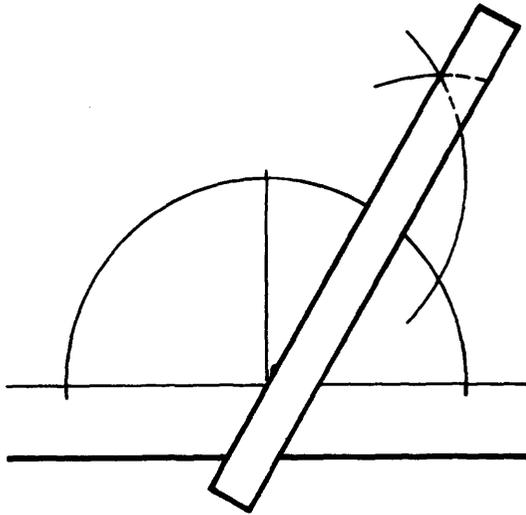

Fig. 12
4º paso Coloque una regla entre el punto (0) del semicírculo y el sitio donde se cortan las dos líneas que trazó (fig. 12).